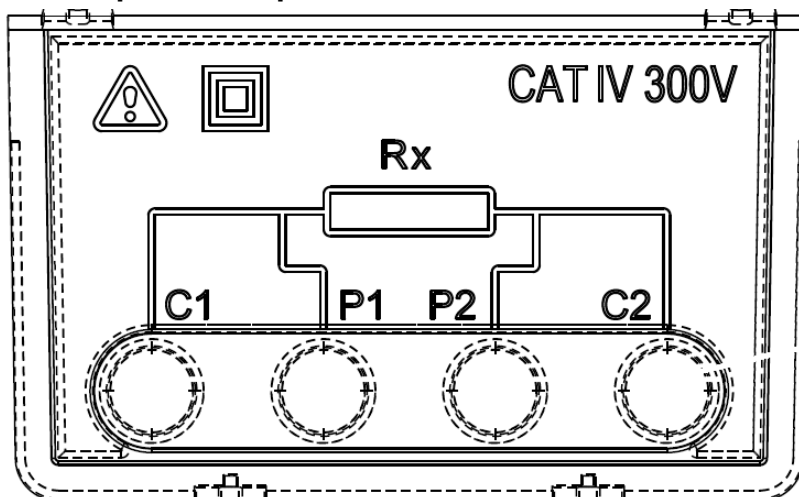

Figura 3.2: 32Conector de puntas de prueba
- Cuatro bananas de seguridad, para la conexión de puntas de prueba (Figura 3.2),